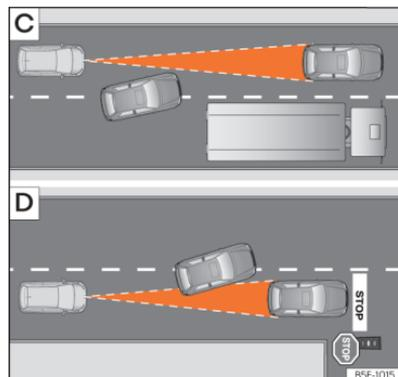

Abb. 119 C) Fahrspurwechsel eines anderen Fahrzeugs. D) Abbiegendes und weiteres stehendes Fahrzeug.
- Fahrzeuge, die in geringem Abstand auf die eigene Fahrspur wechseln »» (Abb. 119)
ACC reagiert nicht auf stehende Fahrzeuge. Wenn z. B. ein von der ACC erfasstes Fahrzeug abbiegt oder ausschert und sich vor diesem Fahrzeug ein stehendes Fahrzeug befindet, reagiert ACC nicht auf das stehende Fahrzeug »» (Abb. 119)